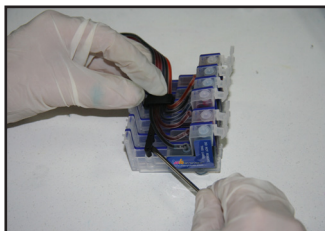

рис. 11
8. Снимите клипсу, удерживающую чернильный шлейф (рис. 10) затем снимите объединитель картриджей (рис. 11), поменяйте последовательность картриджей в соответствии с наклейкой на принтере, соберите блок картриджей и установите чип.